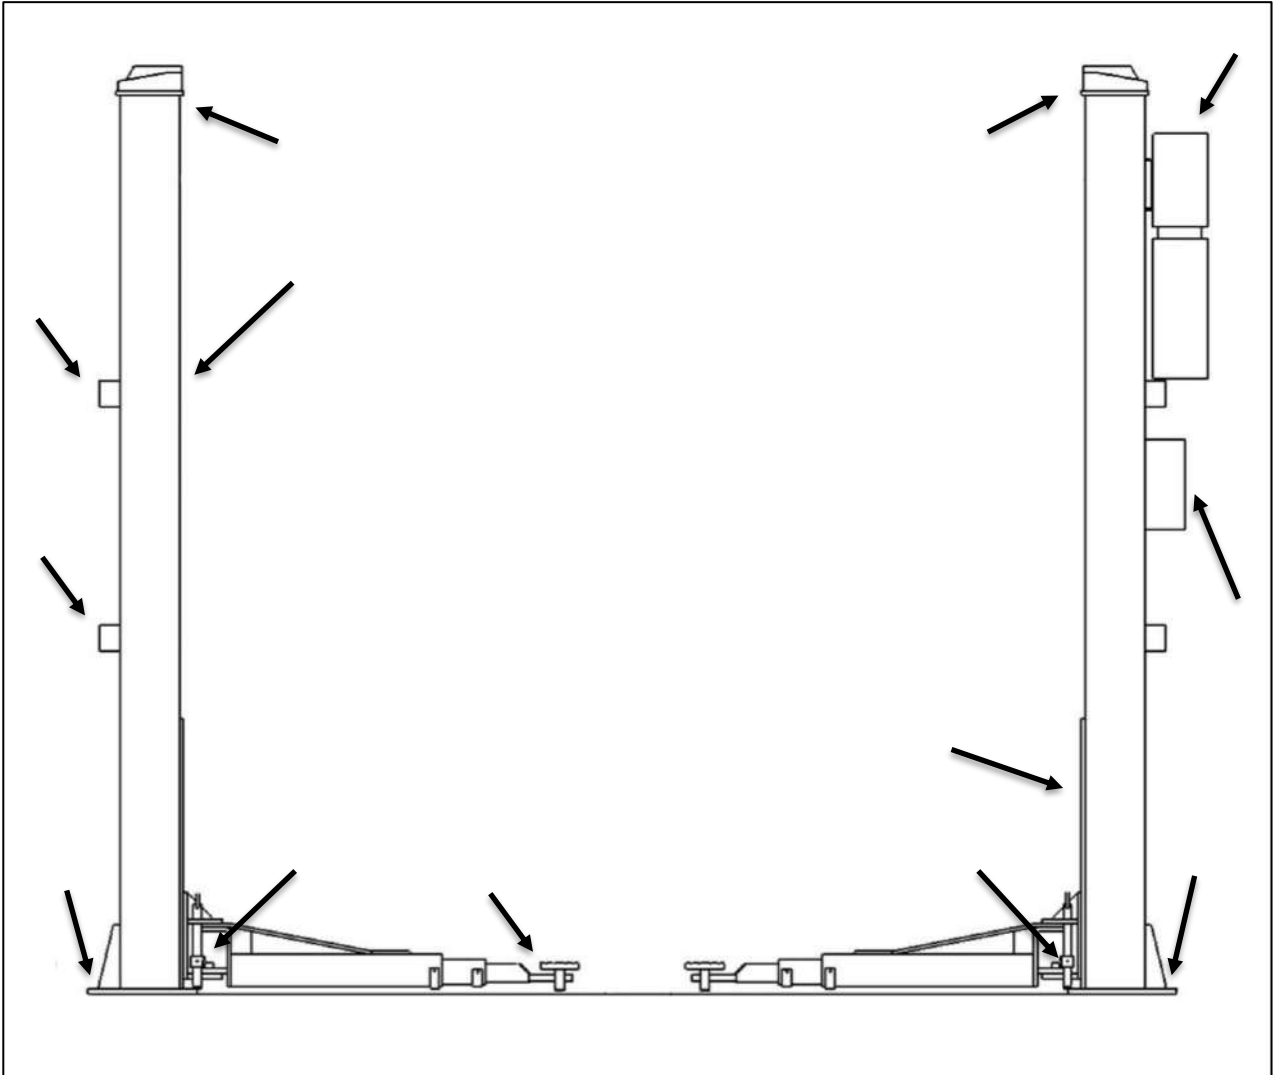

Fig. 26 - Tjek ved årlig vedligeholdelse af maskinen
6.4 Årlig vedligeholdelse (visuel oversigt fig. 26)